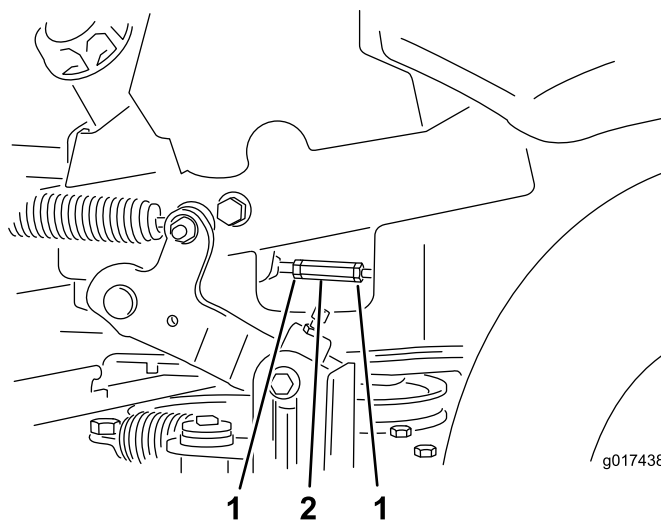

Figure 64
7. Placez les leviers de commande de déplacement en position point mort. Réglez les tiges de pompes en desserrant les deux écrous de blocage et en tournant l'écrou de réglage dans le sens voulu jusqu'à ce que les roues tournent légèrement en marche arrière (Figure 64). Placez les leviers de commande de déplacement en position de marche arrière et, tout en appuyant légèrement sur les leviers, laissez les ressorts de marche arrière ramener les leviers au point mort. Les roues doivent s'arrêter de tourner ou tourner légèrement en arrière.
8. Resserrez les deux écrous de blocage contre l'écrou de réglage (Figure 64).